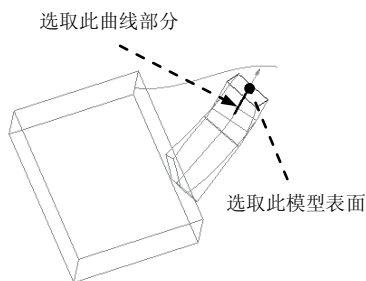

图 4.3.16 操作过程
(3) 定义起始参考。单击 **起始** 文本框中的“选取项”字符，然后选取图 4.3.16 所示的曲线部分。
(4) 定义 **至点** 参考。然后选取图 4.3.16 所示的模型表面。